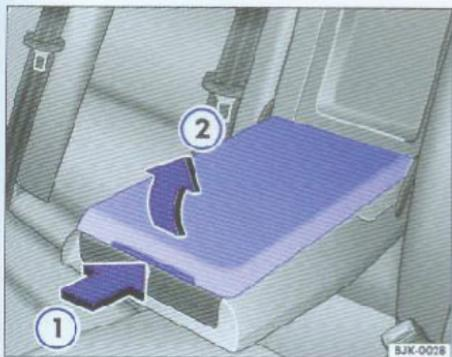

图64 后排中间扶手里的储物盒
- 拉下中间扶手，按压按钮 ①，上提盒盖 ②，即可打开储物盒 ⇒ 图64。